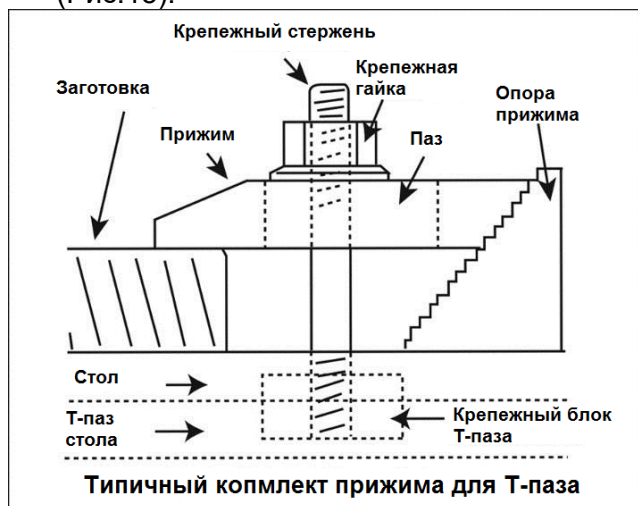

Рисунок 15
- Закрепите заготовку при помощи прижимов Т-образного паза, стержней и ступенчатых опор, если это необходимо (Рис.15).